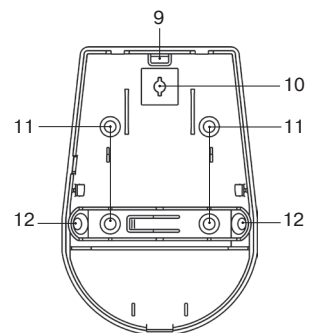

Рисунок 2 – Конструкция «Пирон-4»
Основание корпуса с печатной платой представлены на рис. 2б).
В основании корпуса имеются выламываемое отверстие (9) для ввода проводов, а также крепежные отверстия (рис. 2в):
- (10) для крепления основания к кронштейну;
- (11) для монтажа на стене;
- (12) для монтажа в углу.
- Снимите крышку извещателя, отжав отверткой фиксатор крышки через отверстие, расположенное в нижней части основания извещателя (рис. 2а).
- Просверлите в основании извещателя отверстия, которые будут использоваться для прокладки проводов и крепления извещателя (рис. 2в).
В извещателе предусмотрена переключатель SENS HIGH (4) (рис. 2б). При снятой переключателе извещатель работает в режиме нормальной чувствительности (дальность обнаружения 10 м). При установленной переключателе извещатель работает в режиме высокой чувствительности (дальность обнаружения 12 м).